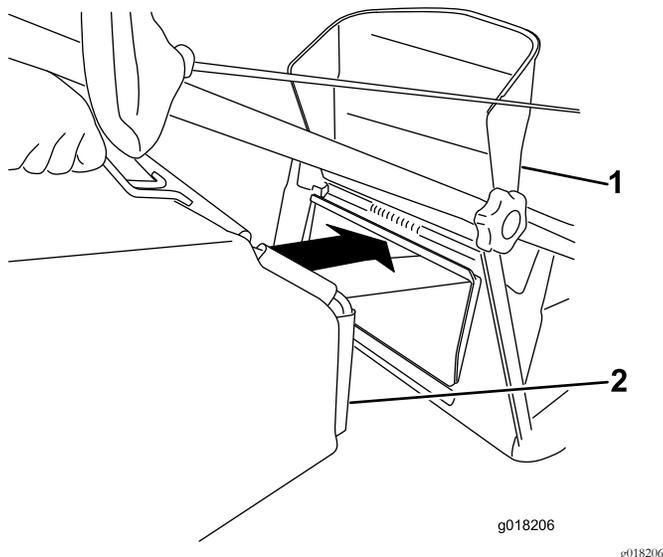

Figura 14
3. Agganciate il cesto di raccolta nella relativa sede (Figura 14).